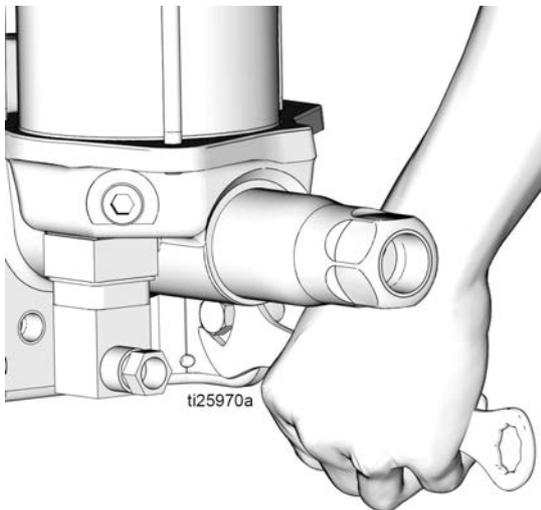

FIG. 11
5. Rimuovere le viti di fissaggio (FIG. 11) E portare la pompa fuori servizio.